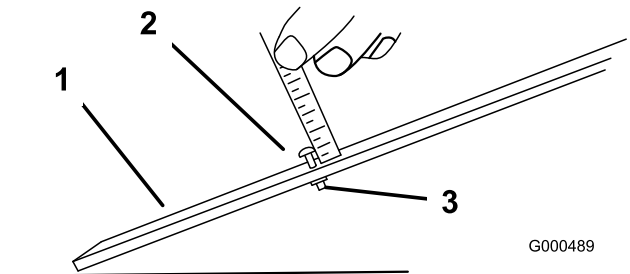

Bild 52
3. Lösen Sie die Mutter an der Messlehre (Bild 52) und stellen Sie die Einstellschraube auf die gewünschte Schnitthöhe ein. Der Abstand zwischen dem unteren Ende des Schraubenkopfs und der Stirnseite der Messlehre ist die Schnitthöhe.